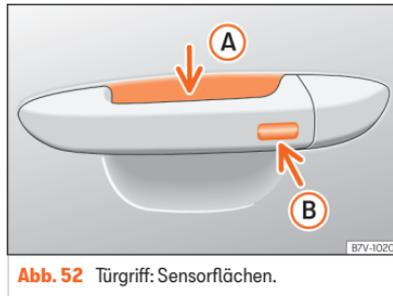

Abb. 52 Türgriff: Sensorflächen.
››› [Abb. 52]
- Berühren Sie die auf der Außenseite des Türgriffs befindliche Sensorfläche ››› [Abb. 52] Ⓑ. Alle Blinker leuchten einmal auf.
- Berühren Sie innerhalb von 5 Sekunden einmal die auf der Außenseite des Türgriffs befindliche Sensorfläche  (Abb. 52) . Ergreifen Sie dabei nicht den Türgriff. Das System Keyless Access ist jetzt vorübergehend deaktiviert.
Um mit der **Komfortfunktion** alle elektrischen Seitenfenster und das Glasdach zu schließen, lassen Sie einen Finger einige Sekunden auf der Sensorfläche für Verriegelung  (Abb. 52)  am Türgriff, bis die Seitenfenster und das Dach geschlossen sind.